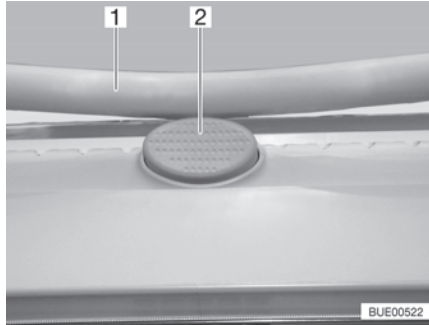

Bild 20 Låsknapp (Heki-taklucka)
- Tryck på låsknappen (Bild 20,2) och dra ner bygeln (Bild 20,1) med båda händerna.
- Tryck bygeln uppåt med båda händerna tills bygeln ligger ovanför låsknappen (Bild 20,2).